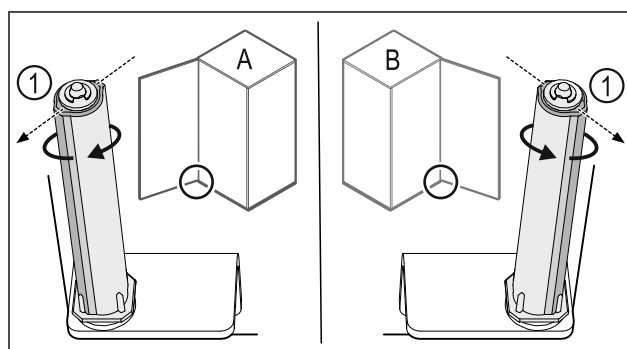

Fig. 50 Ovi avautuu vasemmalle (A) / ovi avautuu oikealle (B)
- Kierrä sulkuyksikköä vastusta vasten niin pitkälle, että sulkujärjestelmän porras Fig. 50 (1) osoittaa ulospäin.